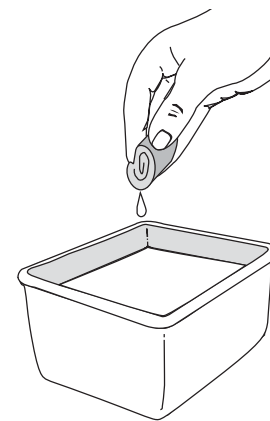

Fig. 28
3. Lavez le filtre dans un mélange d'eau et de détergent (Fig. 28). Rincez le filtre abondamment. Essorez-le. Laissez-le sécher complètement.